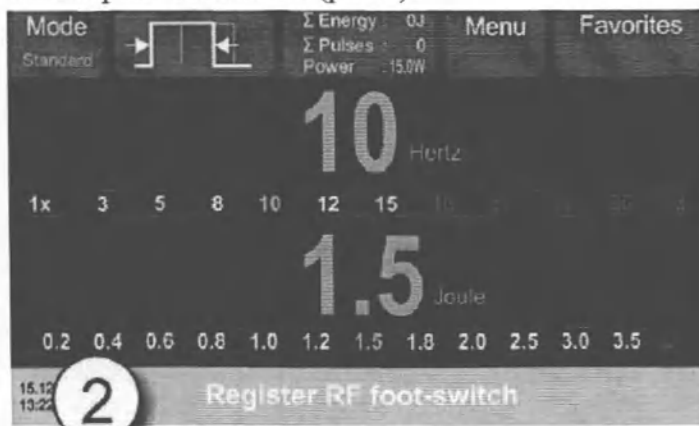

Рисунок 9 – Строка состояния
2. Прикоснитесь к нижней строке состояния (рис.9).